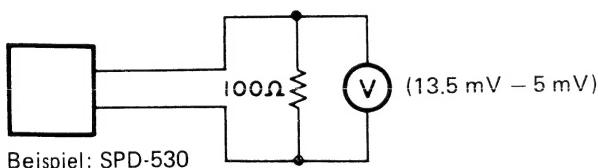

Abb. 14
Stehet kein Laser-Leistungsmesser zur Verfügung, die Komponenten ① bis ③ gemäß der Anordnung in Abb. 14 zusammenschalten.